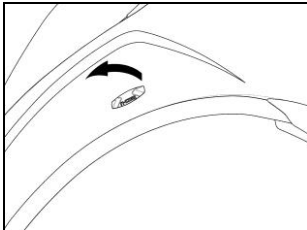

Abb. 24
- Entfernen Sie den am linken Bereich des Helms angebrachten N-Com Deckel. Sie erleichtern diesen Vorgang, indem von der Innenseite des Helms gegen den Deckel drücken (Abb. 24).